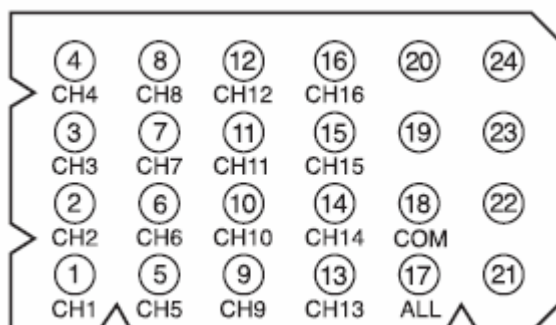

Рис.1
Разъем для подключения микрофонной консоли Inter-M RM-916. Распайка разъема дана на рис.1.
3. Соедините микрофонные консоли RM-916 с разъемами 1, 2 на задней панели контроллера ECS-9216 (рис.1).